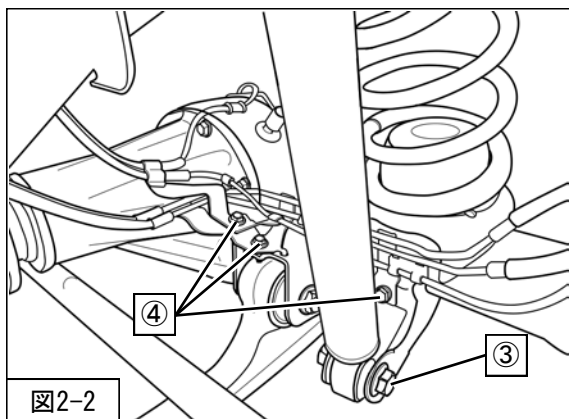

図2-2
3. ③フロントショックアブソーバASSYロア取付ボルト・ナットを仮締めして、フロントショックアブソーバASSYを車両に取付けてください。（図2-2）
6. フロントアクスルにABSセンサハーネスを取付け、④ABSセンサハーネス取付ボルト（締付トルク：8.8N・m）を取付けてください。（図2-2・図2-5）
7. 仮締めしていた③フロントショックアブソーバASSYロア取付ボルト・ナット（締付トルク：60N・m）
を本締めしてください。（図2-2・2-3）